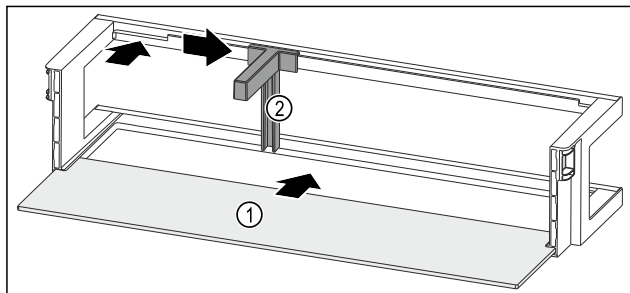

Fig. 196 Türabsteller mit Abstellfläche
- Abstellfläche Fig. 196 (1) in die seitlichen Aussparungen einschieben.
- Flaschenhalter Fig. 196 (2) in die Aussparung einsetzen.
- Flaschenhalter Fig. 196 (2) in gewünschte Position zur Seite schieben.